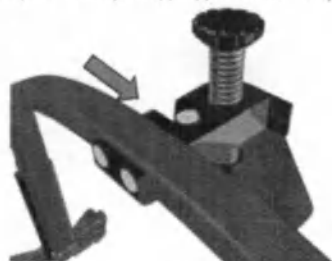

Рисунок 7
8. Высота винта может быть определена по линейке (Рисунок 7) или измерена для дальнейшего сравнения.